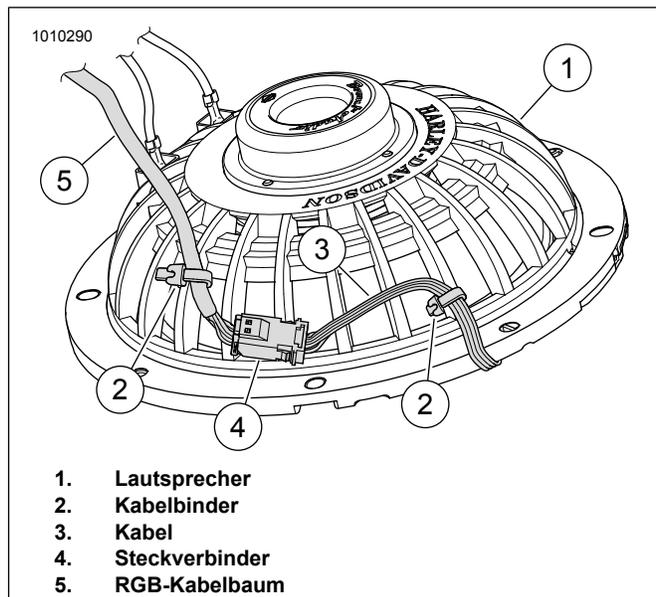

Abbildung 12. Lautsprecherrückseite, Kabel und Kabelbinder
- a. Siehe Abbildung 12. Steckverbinder (4) des Lichtgenerators mit dem RGB-Kabelbaum verbinden.
- b. Das Lichtgeneratorkabel (3) wie dargestellt an der Rückseite des Lautsprechers (1) entlangführen. Um den Steckverbinder (4) zu stabilisieren, das Lichtgeneratorkabel (3) und den RGB-Kabelbaum (5) wie dargestellt mit Kabelbindern (2) befestigen.